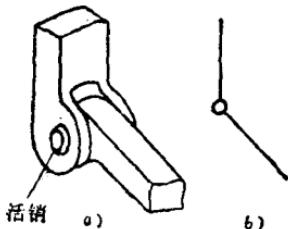

图 11 轴、杆的活销连接
- 三) 轴、杆活销连接, 即轴、杆的连接处用一个活动的销轴连接, 如图 11 所示。